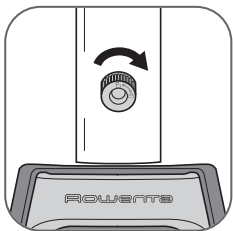

fig. 4
4. Revissez la vis de fixation du mât jusqu'au bout afin que le mât soit solidement fixé à la base. *(fig. 4)*